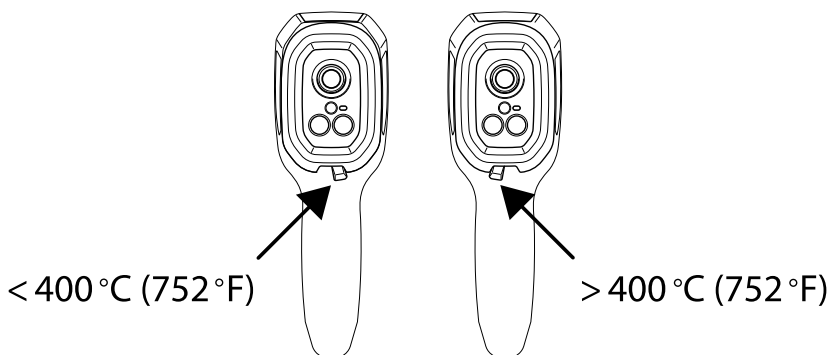
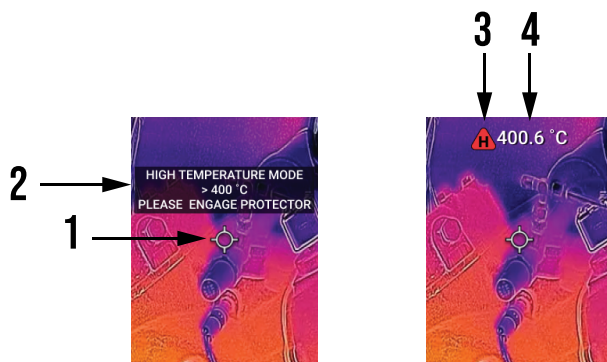

Figura 13.1 Interruptor de alta temperatura de TG298.
Figura 13.2 1. Punto objetivo, 2. Mensaje de alerta, 3. El ícono "H" aparece cuando el interruptor está conectado, 4. Medida de temperatura.
Consulte la **figura 13.1**, a continuación, para conocer el posicionamiento adecuado del interruptor para aplicaciones de alta y baja temperatura (las imágenes que aparecen a continuación muestran la cámara desde el lado opuesto). Cuando la cámara está en modo de alta temperatura, aparecerá el ícono “H” en la pantalla, como se muestra en la **figura 13.2**.
3. METERLiNK buscará la cámara (la cámara debe estar encendida). Consulte la **figura 13.1** a continuación.
1. Abra la *GALLERY* (Galería) de la cámara desde el menú principal y desplácese hasta una imagen con las teclas de flecha. Consulte la **figura 13.2** y la **13.3**, a continuación.